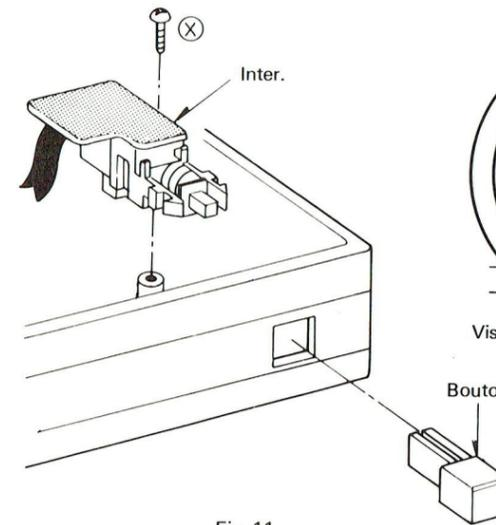

Fig. 11
1.14 Démontage du commutateur M/A (Fig. 11)